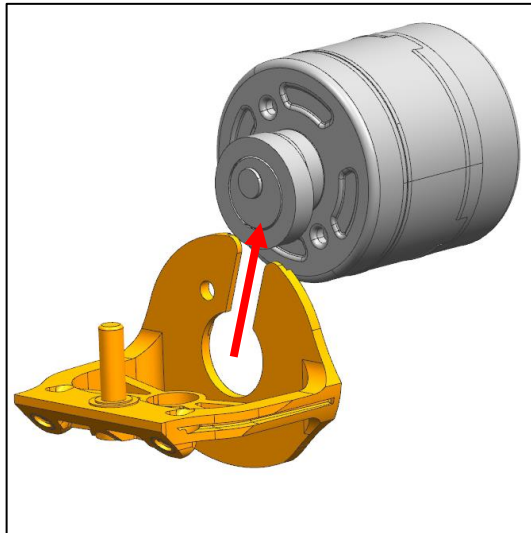

Abb. 27
- a) Schieben Sie den Motorhalter (Abb. 27) zwischen den Exzenter und dem Motor.